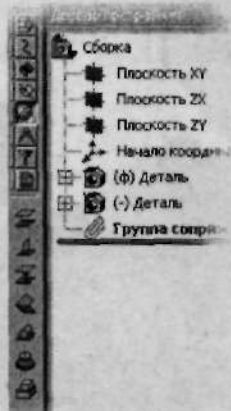

Рис. 3.8. Так выглядит панель инструментов *Сопряжения*
2. На панели инструментов **Компактная** щелкните по кнопке  (Сопряжения). Отобразится соответствующая панель (рис. 3.8).